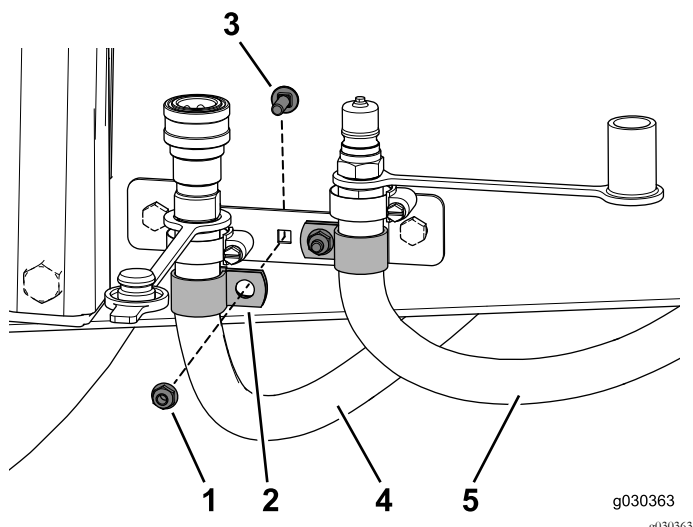

図 40
3. 各ホースに1個ずつRクランプを通す 図 40。
4. Rクランプを固定するキャリッジボルト 1/4 x 3/4 インチとフランジナットを使用する 図 40。